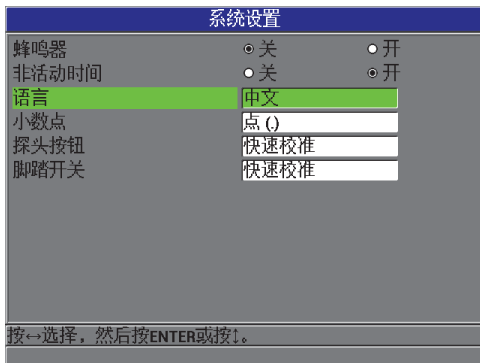

图 3-1 系统设置屏幕
3. 在 **系统设置** 屏幕中（参见第 46 页的图 3-1）：